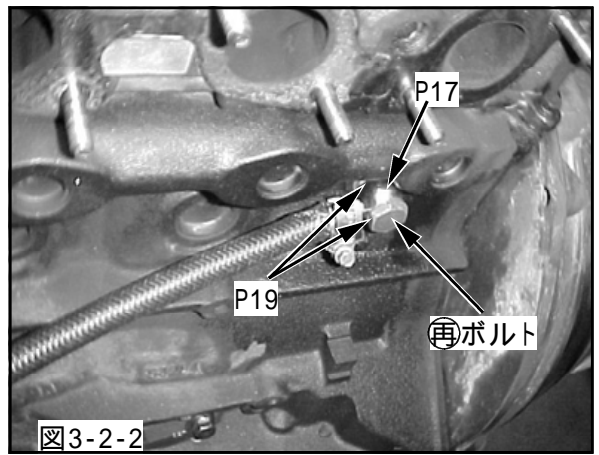

図3-2-2
(図3-2-1, 図3-2-2)
- (2) 図1-2-22②を取外したところにバンジョウ 14- 10 を取付けてください。(図3-2-2)